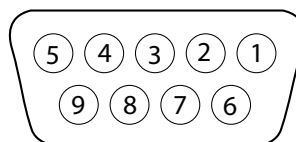

Figure 2-1. RS232 Pins.
将电源适配器连接到适配器插孔中 (Figure 2-1, item 9), 然后将适配器插到外部电源上.